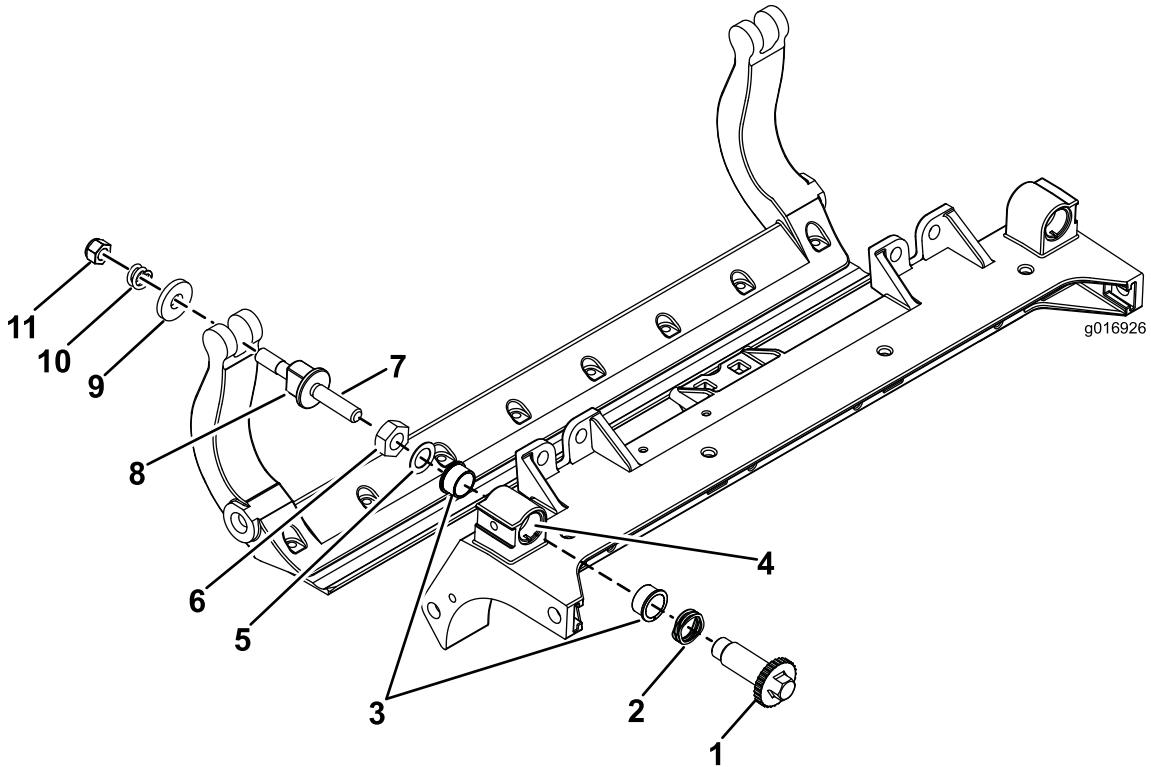

Рисунок 41
- Снимите все детали (см. Инструкции по установке для HD комплекта DPA и Рисунок 41).
- Нанесите противозадирный состав на внутреннюю поверхность втулки на центральной раме режущего блока (Рисунок 41).
- Совместите шпонки фланцевых втулок с прорезями в раме и установите втулки (Рисунок 41).
- Установите волнистую шайбу на вал регулятора и вставьте вал регулятора во фланцевые втулки, установленные в раме режущего блока (Рисунок 41).
- Закрепите шпиндель регулятора с помощью плоской шайбы и контргайки (Рисунок 41).
12. На нейлоновые шайбы установите стальные шайбы (Рисунок 41).
Примечание: На внутренней стороне пластин шайбы могут быть установлены с зазором (Рисунок 41).
15. Затяните гайку на каждом узле регулировки планки неподвижного ножа до полного сжатия пружины, а затем отпустите гайку на $\frac{1}{2}$ оборота (Рисунок 41).